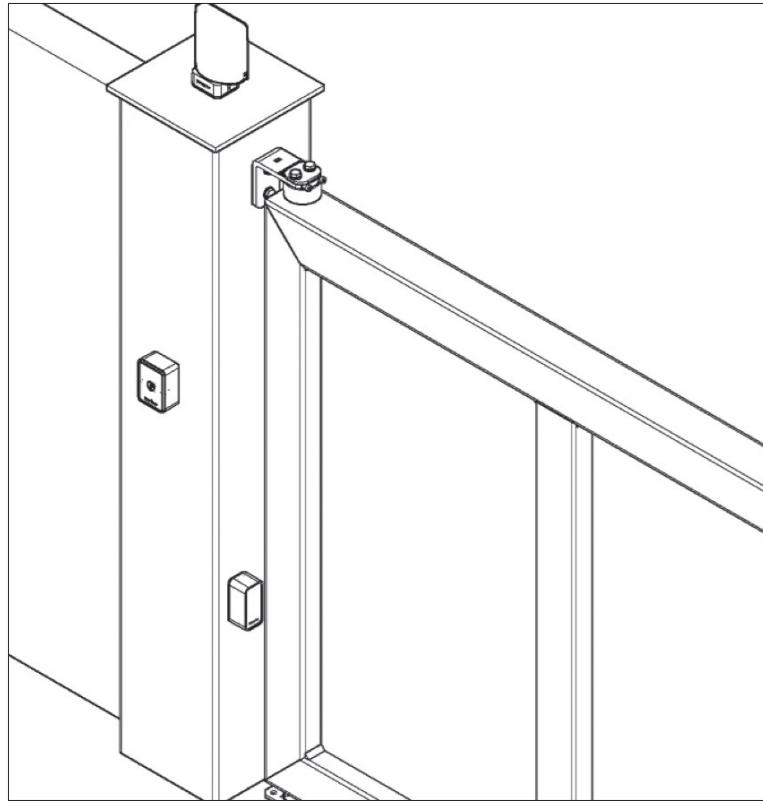

FIG. 1
- Dopo aver forato la scatola ai quattro angoli fissare le photocelle alla parete (FIG. 1).
- Drill through the four corners of the box and then fix the photocells to the wall (FIG. 1).